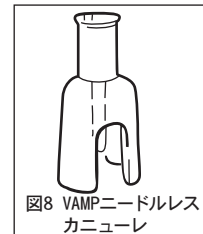
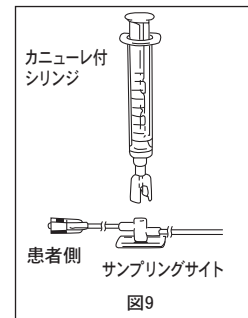

図8 VAMPニードルレスカニューレ
図9
- (1) 予備吸引後、医療機関の手順に従い、VAMPニードルレスサンプリングサイト（Zサイト）をアルコールを含む消毒液で拭きます。
- (2) 採血するには、VAMPニードルレスカニューレおよびシリンジを使用します（図8および9）。
- (3) 無菌操作で、カニューレの包装を開封します。
- (4) 清潔操作でカニューレを持ちます（図8）。
- (5) VAMPカニューレのルアーロックをシリンジのルアーチップに合わせ、固定されるまで回して、ルアーチップシリンジにカニューレをしっかりと取り付けます。
- (6) シリンジのプランジャがシリンジ外筒の底まで押し下げられていることを確認します。
- (7) カニューレをZサイトに差し（図9）、必要量の血液をシリンジの中に引きます。